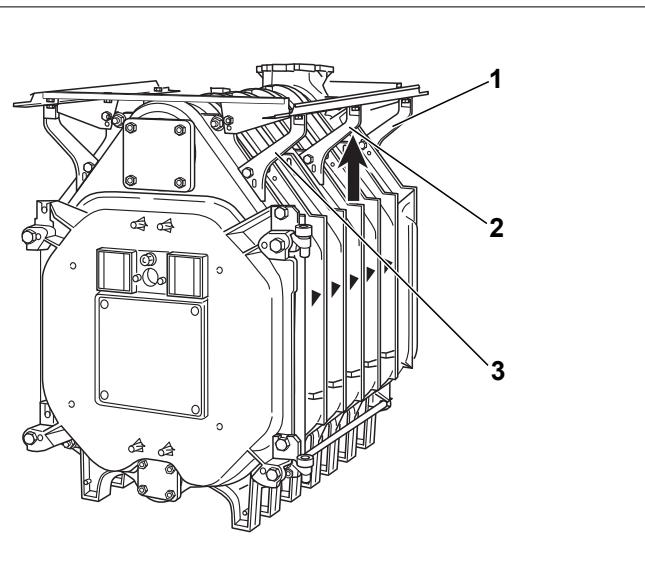

Рис. 40 Выверка продольных планок
- ▶ Выровните продольные планки и кронштейны на передней и задней секциях и затяните болты их крепления (рис. 40, [1] и [3]).
- ▶ Средние кронштейны (рис. 40, [2]) сдвиньте снизу к продольным планкам и затяните болты крепления к котловому блоку.